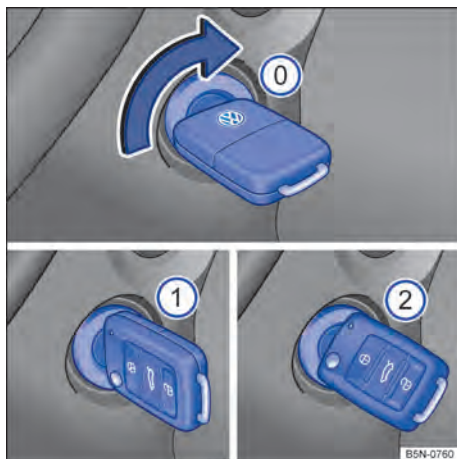

Fig. 80 Ao lado do volante, à direita: posições da chave do veículo no cilindro da ignição.
Posições da chave do veículo → Fig. 80
- **Veículos com partida aquecida:** girar a chave do veículo na posição → Fig. 80 ①. A ignição está ligada. Nesse instante a luz de controle do sistema de partida aquecida irá se acender no instrumento combinado. Aguardar que a luz de controle se apague indicando o término do aquecimento do combustível (esta ação poderá ser necessária em condições de partida com o motor frio).
- **Veículos sem partida aquecida:** girar a chave do veículo na posição → Fig. 80 ①. A ignição está ligada.
- Girar a chave do veículo no cilindro da ignição para a posição → Fig. 80 ② – não acelerar. Quando o motor começar a funcionar, soltar a chave do veículo no cilindro da ignição.
- **Veículos com partida aquecida:** girar a chave do veículo no cilindro da ignição para a posição → Fig. 80 ② para dar partida no motor – não acelerar. Caso a etapa 5 não seja respeitada, a luz de controle irá piscar indicando a necessidade de interromper o procedimento de partida e repeti-lo após retornar a chave para a posição → Fig. 80 ① e aguardar aproximadamente 10 segundos.
- **Veículos sem partida aquecida:** girar a chave do veículo no cilindro da ignição para a posição → Fig. 80 ② para dar partida no motor – não acelerar.
- Girar a chave do veículo no cilindro da ignição na posição → Fig. 80 .